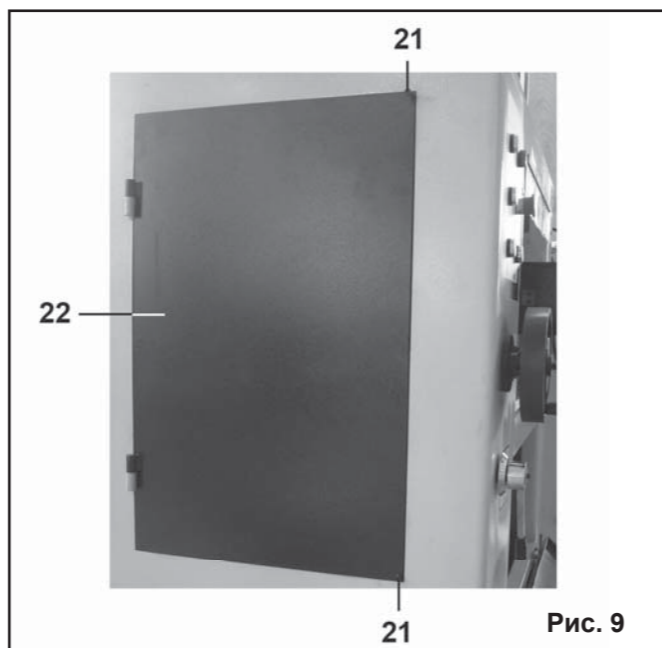
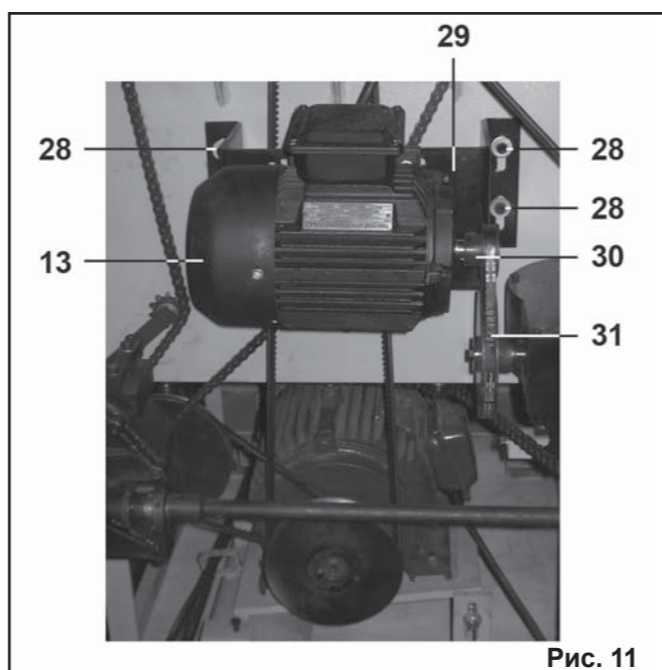

Рис. 9
Рис. 11
10.1. Регулировка натяжения ремней привода строгального вала (Рис. 9, 10)
10.1.1. Открутите два болта (21) (Рис. 9), откройте левую дверцу (22) и проверьте натяжение ремней передачи (24). При необходимости произведите регулировку.
10.2. Регулировка натяжения ремней привода подъема и опускания стола (Рис. 9, 11)
10.2.1. Открутите два болта (21) (Рис. 9), откройте левую дверцу (22) и проверьте натяжение ремней передачи привода подъема и опускания стола (31) (Рис. 11). При необходимости произведите регулировку.
10.2.2. Ослабьте четыре болта (28) (Рис. 11), произведите регулировку положения плиты (29) электродвигателя подъема стола (13).
10.2.4. Закройте дверцу (22), закрутите два болта (21) (Рис. 9).
станка (первые 50 часов наработки), производите натяжение цепи (44) по мере необходимости. Отключите станок от питающей сети, откройте дверцу (22), открутив два болта (21) (Рис. 9).